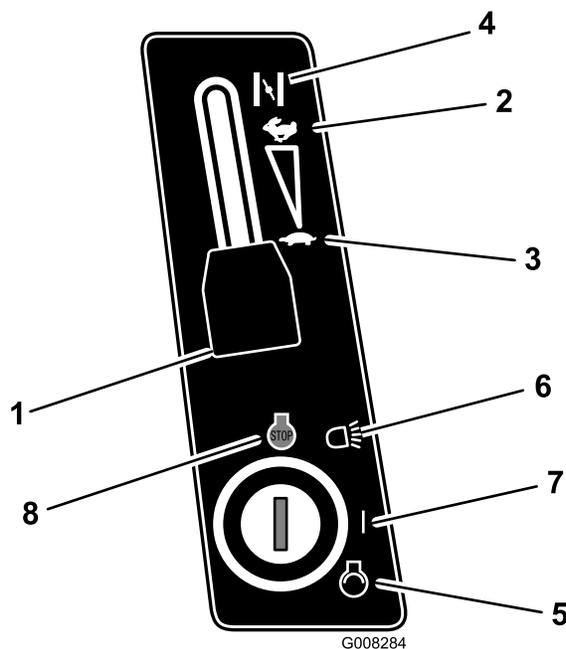

Figure 13
5. Si le moteur est froid, placez la manette d'accélérateur en position Starter (Figure 13).
- Placez la manette d'accélérateur en position Bas régime (Figure 13).
- Tournez la clé de contact dans le sens des aiguilles d'une montre et maintenez-la en position de Démarrage (Figure 13). Relâchez la clé quand le moteur démarre.
- Lorsque le moteur démarre, amenez progressivement la manette d'accélérateur en position Haut régime (Figure 13).
- Tournez la clé de contact en position Contact coupé (Figure 13).